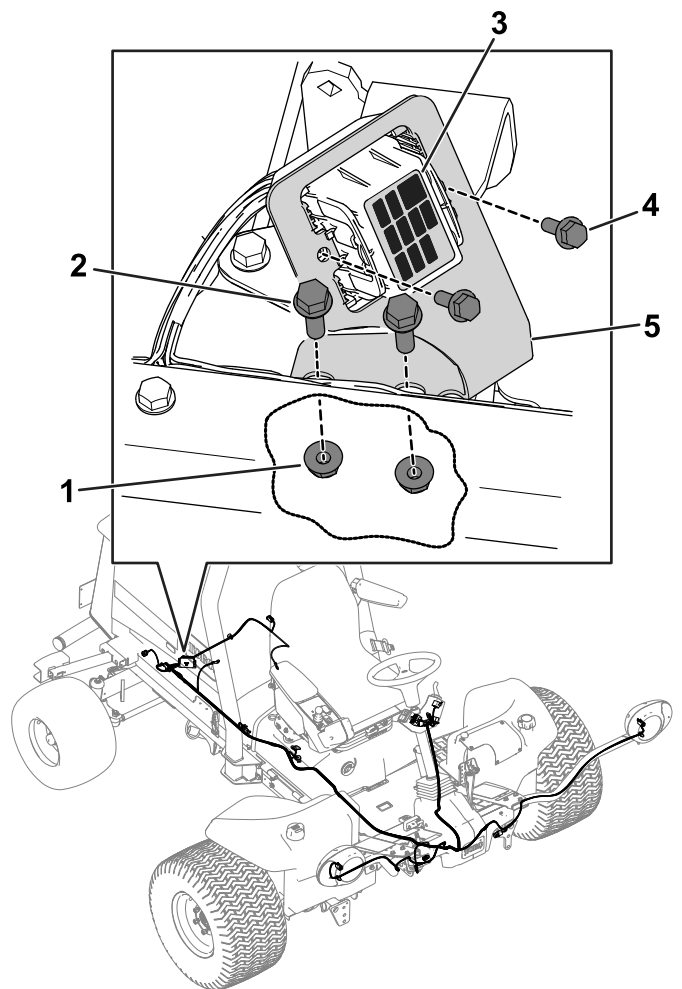

Figura 15
2. Utilizzate 2 bulloni flangiati (5/16" x 1") e 2 dadi flangiati (5/16") per fissare il supporto del portafusibili al telaio di supporto del motore sul lato destro della macchina (Figura 15).
3. Utilizzate 2 bulloni flangiati (M6) per fissare il portafusibili sulla staffa del portafusibili (Figura 15).
4. Applicate l'adesivo dei fusibili sul coperchio del portafusibili (Figura 15).